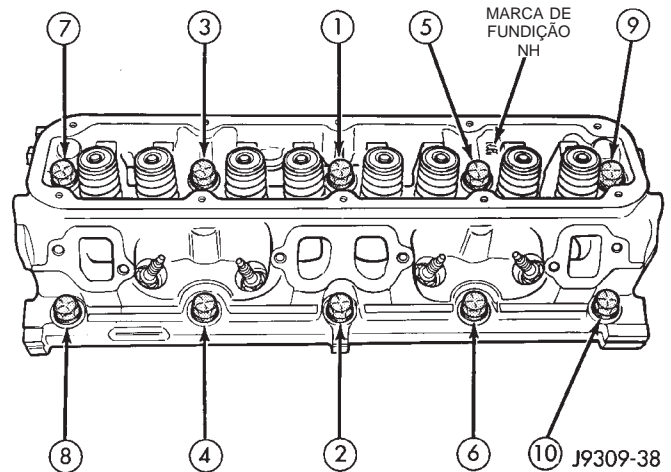

Fig. 30 Seqüência de Aterraxamento do Parafuso do Cabeçote de Cilindros
- (1) Posicione as novas juntas do cabeçote de cilindros no bloco de cilindros.
- (2) Posicione as novas juntas do cabeçote de cilindros no bloco de cilindros.
- (3) Começando no ponto morto superior, aperte todos os parafusos do cabeçote de cilindros, em seqüência, com um torque de 68 N·m (50 pés-lb.). (Fig. 30). Repita o procedimento, aperte todos os parafusos do cabeçote de cilindros com um torque de 143 N·m (105 pés-lb.). Repita o procedimento para confirmar